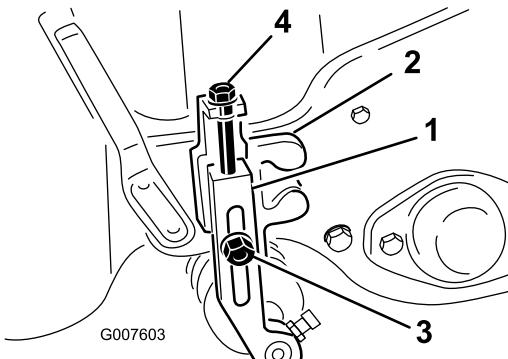

図 49
- 刈り高アームを刈り高ブラケットに固定しているロックナットをゆるめる図49。